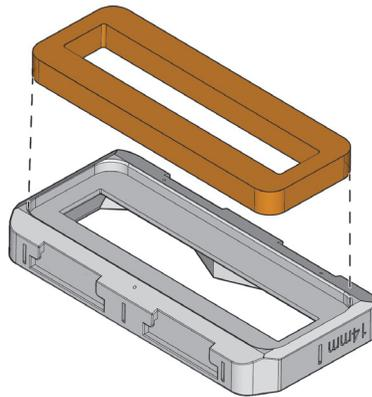

Figura 52 Nueva espuma y placa de línea de retardo
6. Instale la nueva espuma en la placa de línea de retardo (ver Figura 52 en la página 76).